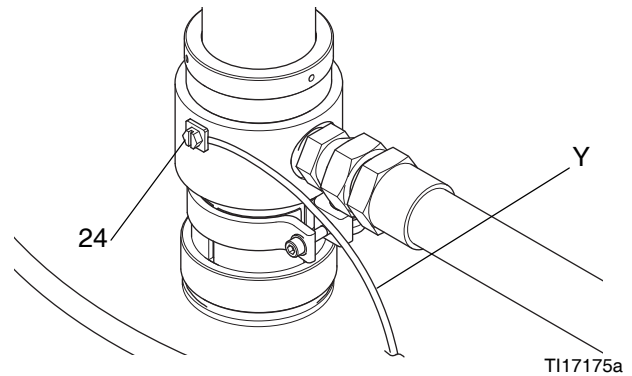

ABB. 9
Pumpe: Erdungskabel (Y) an Erdungsschraube (24) anschließen und Schraube sicher festziehen. Siehe ABB. 9. Das andere Ende des Drahtes mit einer guten Erdleitung verbinden. Erfüllung nationaler, regionaler und lokaler Elektrorichtlinien sicherstellen.